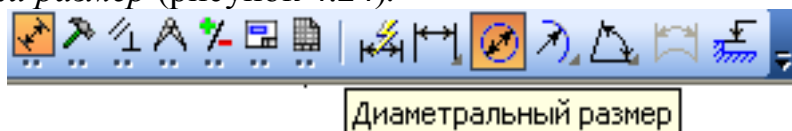

Рисунок 4.24 – Выбор Диаметрального размера
23. Размер Ø40 на виде сверху проставьте с помощью пиктограммы *Диаметральный размер* (рисунок 4.24).